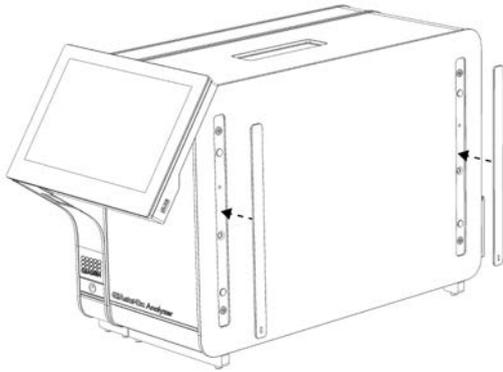

Figure 7. Remise en place des couvercles de protection.
4. Rattachez les couvercles de protection sur le côté du module analytique (figure 7).